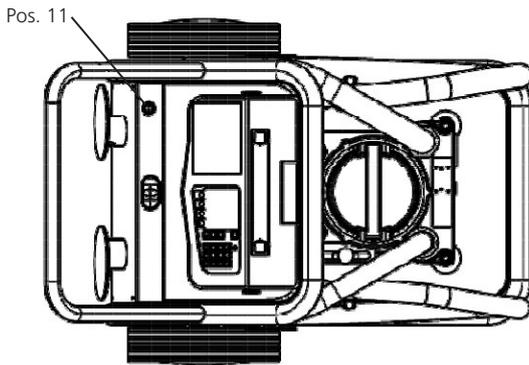

Abbildung 5: Ansicht Filter- und Umpumpaggregat UMP 045
- › Das Verbindungskabel an der Schnittstelle (Pos.11) des Filter- und Umpumpaggregates anschließen (siehe Abbildung 5).